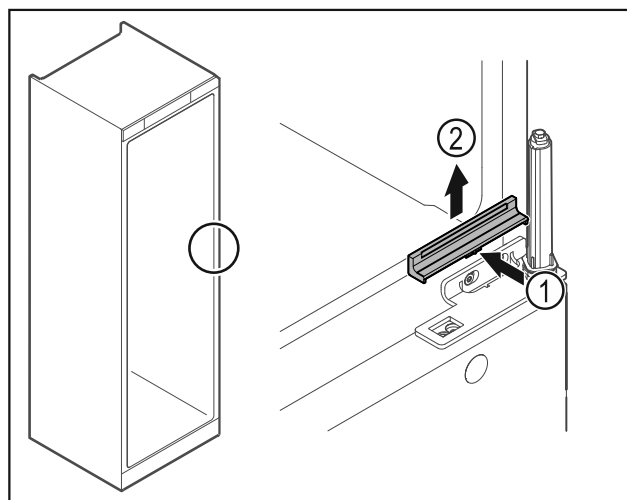

Fig. 25
- ▶ Pokrov Fig. 25 (1) na sredini rahlo potisnite not in snemite v smeri navzgor Fig. 25 (2).